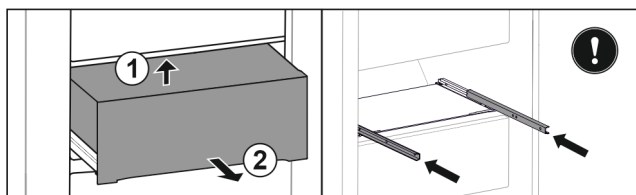

Fig. 37
- ▶ Nadzvedněte zásuvku zezdola vzadu. Fig. 37 (1)
- ▶ Vyměte zásuvku dopředu. Fig. 37 (2)